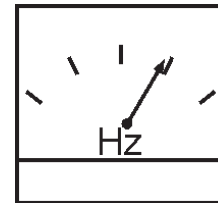

Figure 42. Compteur de Fréquence (Hz)
5. Le compteur de fréquence du générateur (Figure 42) doit afficher la fréquence de sortie du cycle de 60 en **HERTZ**.